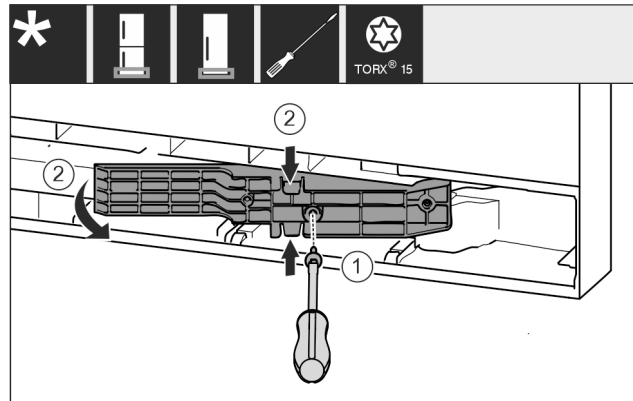

Fig. 18 *
- ▶ Atsuktuvu T15 atlaisvinkite varžtus. Fig. 18 (1)*
- ▶ Ištraukite adapterį. Fig. 18 (2)*